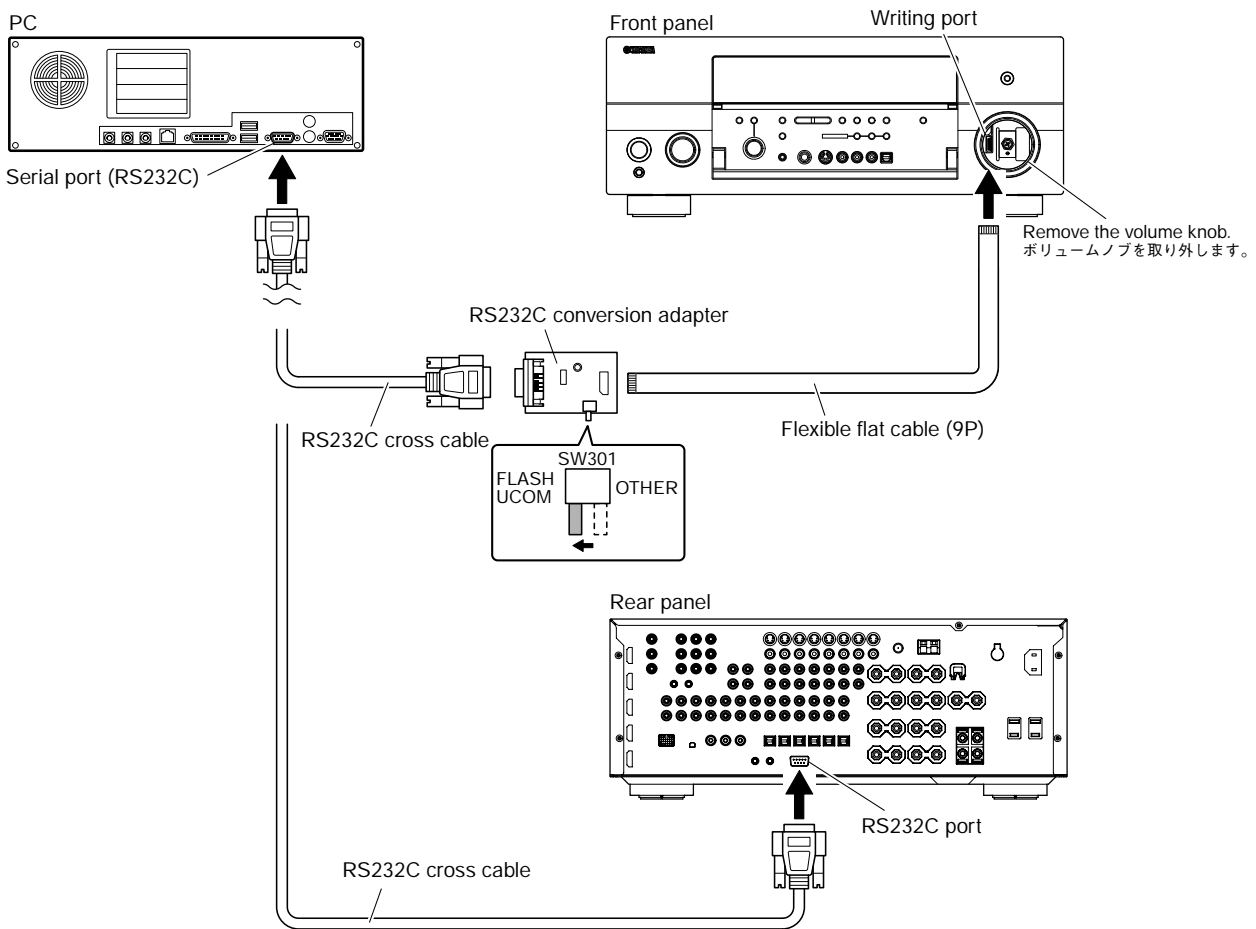

Fig. 4
- 1. Set the switch (SW301) of RS232C conversion adapter to the "FLASH UCOM" side. (Fig. 4)
- 2. Connect the writing port of the main unit to the serial port (RS232C) of the PC as shown below. (Fig. 4)
- 1. RS232C変換アダプターのスイッチ(SW301)を“FLASH UCOM”側に設定します。(Fig.4)
- 2. 本機の書き込み用ポートとPCのシリアルポート(RS232C)を下記のように接続します。(Fig. 4)